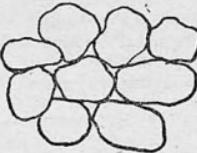
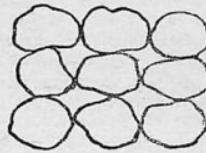

Рис. 6. Укладка камней с треугольными зазорами
Рис. 7. Укладка камней с четырехугольными зазорами недопустима
5. Камни должны быть выложены с перевязкой швов с соблюдением треугольных зазоров (рис. 6); четырехугольные зазоры недопустимы, так как они создают отрицательное влияние на устойчивость мостовой (рис. 7)